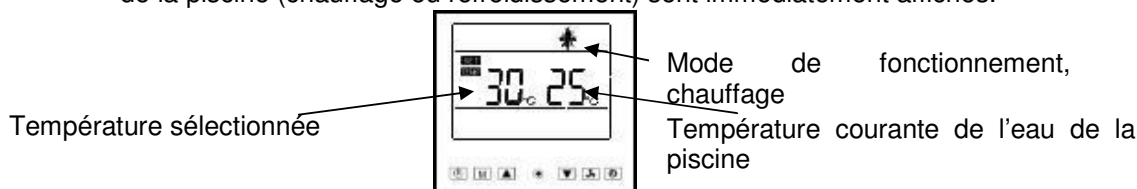
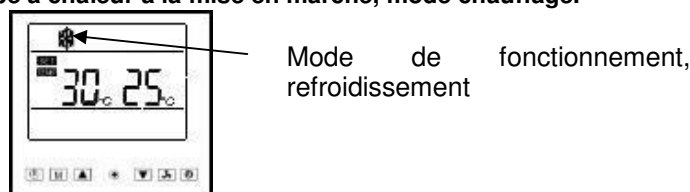

Figure 13: Afficheur de la pompe à chaleur à la mise en marche, mode chauffage.
Figure 14: Afficheur de la pompe à chaleur à la mise en marche, mode refroidissement.
Pour mettre la pompe à chaleur en marche, appuyer sur le bouton . La pompe se met en marche dans les 3 minutes qui suivent. Le dernier mode de fonctionnement choisi (chauffage ou refroidissement²⁰), voir Figure 13, Figure 14 et Paragraphe 5.2.13.8, la dernière température sélectionnée et la température courante de l'eau de la piscine (chauffage ou refroidissement) sont immédiatement affichés.
- Chauffage, le symbole  est affiché, voir Figure 13.
- Refroidissement, le symbole  est affiché, voir Figure 14.
Il est possible d'afficher la température relevée par chaque sonde en appuyant sur la touche (s'il s'agit du modèle BP-xxWS-B (xx=35), appuyer sur la touche pendant 3 secondes quand la pompe est en marche, voir Paragraphe 5.2.4. Pour afficher les températures relevées par les différentes sondes, appuyer sur la touche (s'il s'agit du modèle BP-xxWS-B (xx=35), appuyer sur la touche). La température relevée par la sonde est affichée pendant 10 secondes. Le fait de n'appuyer sur aucune touche ou d'appuyer sur la touche permet de retourner aux informations habituelles, voir Figure 13 et Figure 14.